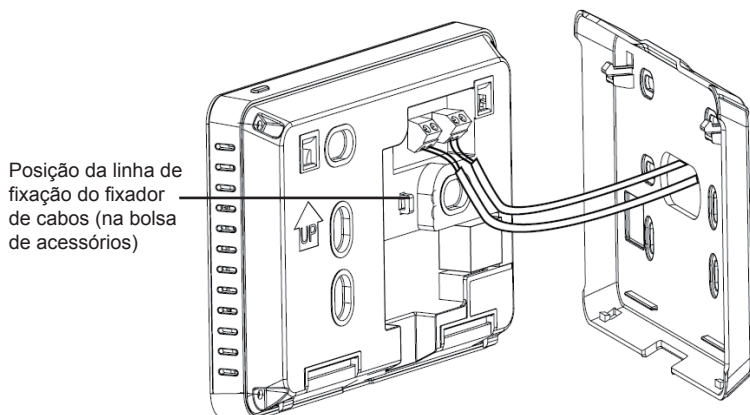

Figura 4 Diagrama de fiação do controle centralizado e do orifício de fixação do fixador de cabos
**3.1.3 Este produto usa um modo de instalação oculto. O cabo de comunicação e o cabo de alimentação são fixados nas posições mostradas na Figura 4 usando fixadores de cabos.**